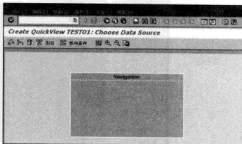

图 12-4 QuickView 设计界面
STEP 3 在该对话框中输入对于报表的描述，Data Source 有 4 个选择：表、表连接、逻辑数据库、SAP QueryInfoSet。此例中选择“表连接”选项（从多个关联表中取数），然后单击“确认”按钮，弹出 QuickView 设计界面，如图 12-4 所示。